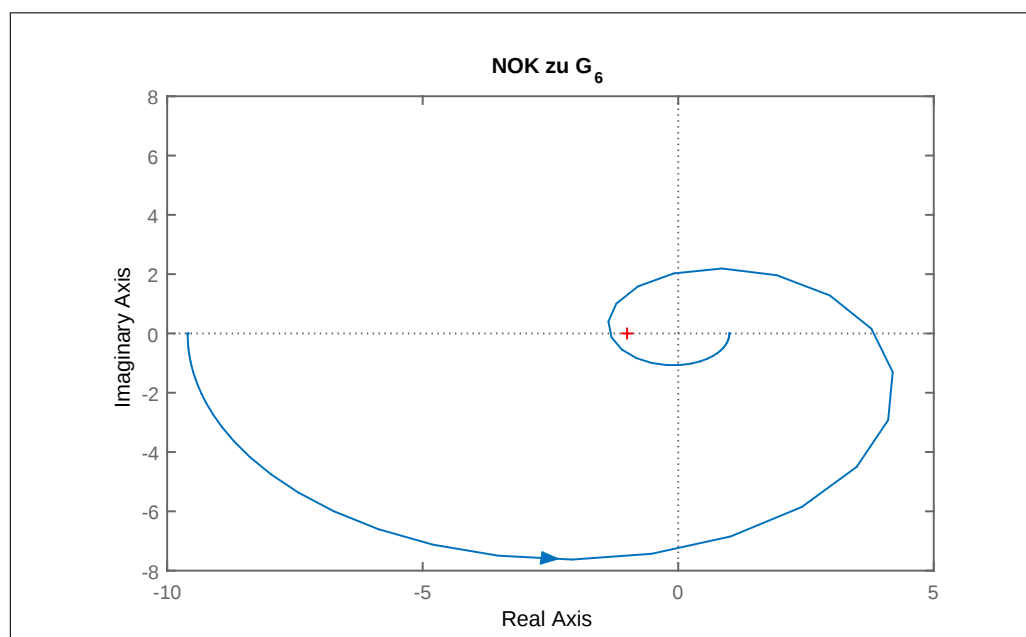

Abbildung 1
- i) Für $R_6(s) = 1$ ergibt sich die in Abbildung 1 gezeigte Nyquist-Ortskurve des offenen Regelkreises. Untersuchen Sie den geschlossenen Regelkreis für $R_6(s) = 1$ mithilfe des allgemeinen Nyquistkriteriums auf Stabilität.
Hinweis: Die in Abbildung 1 gezeigte Nyquist-Ortskurve schneidet die reelle Achse an den Stellen $-9,6$; $-\frac{4}{3}$; 1 und 4